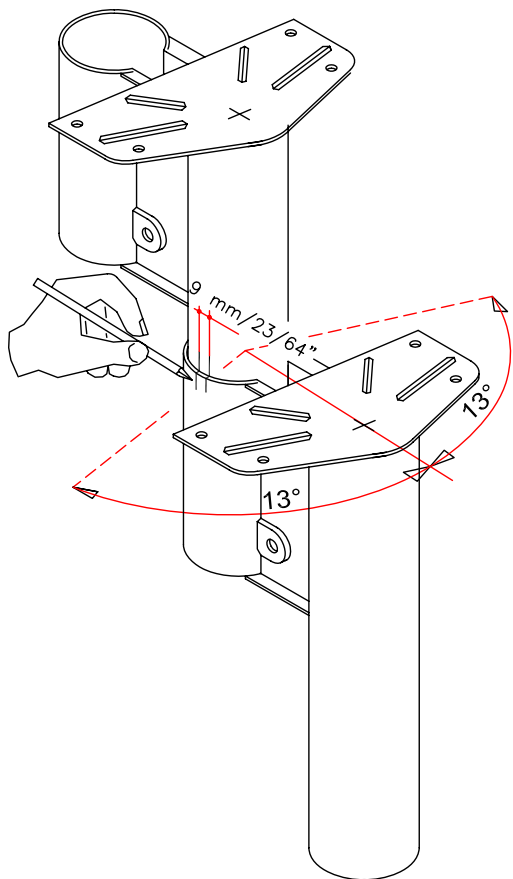

**FIG. 3**
- 2) colocar el soporte N19 teniendo en cuenta el tipo de hueco (fig. 3).
8. Repartir sobre el pavimento, seguidos, un peldaño izquierdo (L19), un peldaño derecho (L20) y seguir así. Determinar, en este punto, cual va a ser el primer peldaño de arriba (fig. 3).
10. Decidir donde colocar la barandilla (interior o exterior) (fig. 3) y taladrar los peldaños (L19, L20) con una broca de Ø 6,5 mm (1/4") **UTILIZANDO LA PLANTILLA SOLAMENTE PARA LOS TRAMOS RECTOS.** Para determinar el punto de fijación en el lado corto y el lado largo de los peldaños en curva (L19, L20) respetar una distancia igual a la de los barrotes (C12) montados sobre el lado recto (fig. 3).
- 14.1. La configuración A (rectilínea) no necesita ninguna modificación (fig. 3).
2. Las configuraciones B o C necesitan una rotación de 13 ° (fig. 3).
3. La configuración D necesita una rotación de 18 ° (fig. 3).